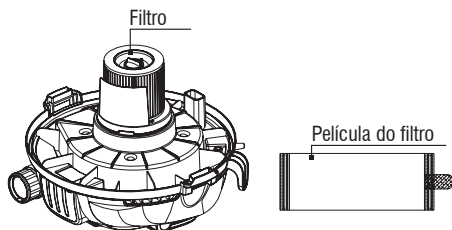

Fig. 16 – Filtro e película protetora do filtro
2. Retire a película protetora do filtro, tela que envolve o filtro, Fig. 16;